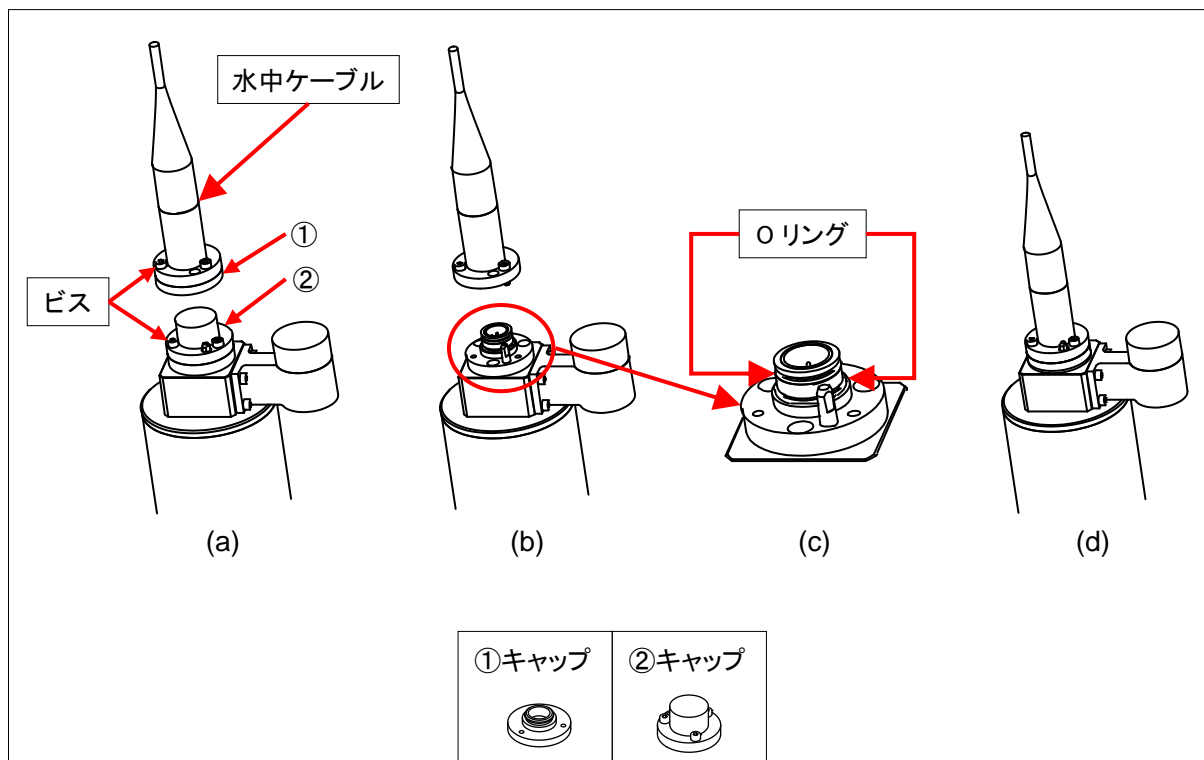

図 6 水中ケーブルの取り付け
- (1) 水中ケーブルと測器のビスをゆるめて、キャップを取り外します。(図 6 (a), (b))
- (2) 測器コネクター部の Oリング 2 本に、シリコングリースを薄く塗布します。(図 6 (c))
- (3) 測器に水中ケーブルを差し込み、ビスを締め込んで固定します。(図 6 (d))